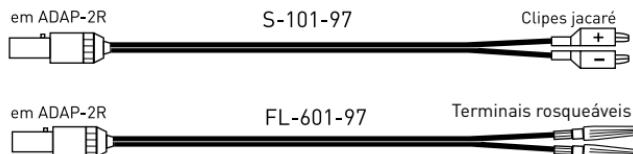

Figura 13: Cabo de uso único da Remington Medical Inc. (apenas EUA)
- **O cabo adaptador ADAP-2R** é um cabo reutilizável para a conexão dos cabos de uso único conforme figura 13 (apenas para EUA) com o Reocor D (usar adaptador Redel).